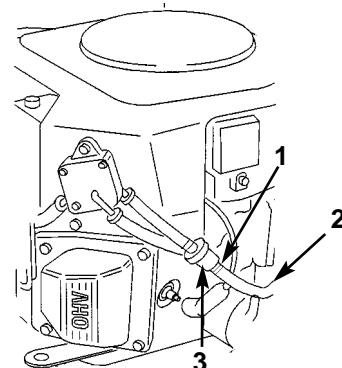

Bild 30
- Die Enden der Schlauchklemme zusammendrücken und auf die Kraftstoffleitung in Richtung Kraftstofftank aufziehen (Bild 30).
- Die Kraftstoffleitung vom Filter abziehen (Bild 30) und das Benzin in einen Benzinkanister oder eine Auffangwanne ablaufen lassen.